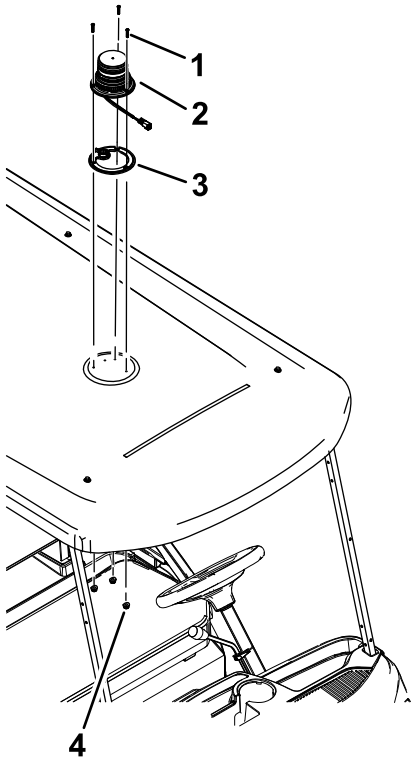

图 2
3. 将垫片放在顶篷顶部图 2。
4. 将警示灯接头穿过 22mm 的孔并用 3 个螺丝 #10 x 1 英寸和 3 个锁紧螺母#10将警示灯固定至顶篷请参阅图 2。